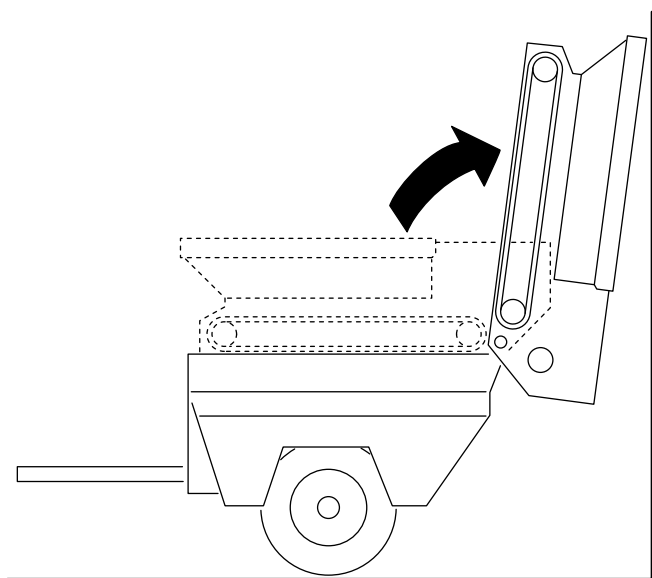

Figure 27
3. Faites pivoter la trémie en arrière et appuyez-la contre un mur, un poteau, une échelle, etc. (Figure 27).
Veillez à faire pivoter la trémie au-delà du centre et/ou à l'appuyer solidement contre le mur ou le poteau pour l'empêcher de tomber accidentellement dans la zone de travail (Figure 27).
3. Rabattez la trémie avec précaution sur les rails du cadre coulissant ; voir la Figure 27 sous Démontage du plateau coulissant (page 25)..